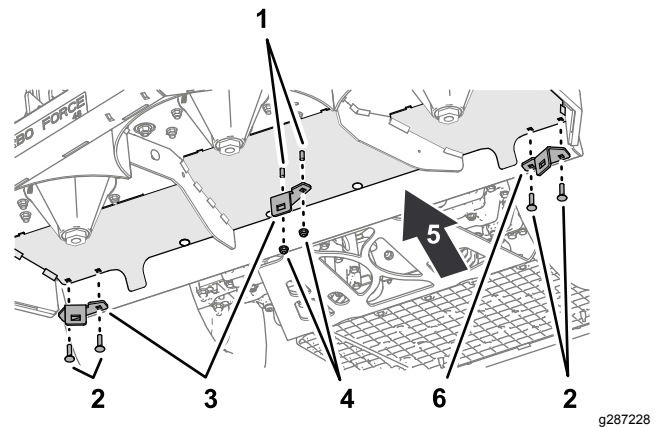

Figure 47
3. Déposez le support de déflecteur gauche et 2 boulons de carrosserie (5/16" x 1¼") au bas du plateau de coupe, comme montré à la Figure 47.
4. Déposez le support de déflecteur droit et 2 boulons de carrosserie (5/16" x 1¼") au bas du plateau de coupe, comme montré à la Figure 47.
5. Retirez les 2 contre-écrous à embase (5/16") qui fixent le support de déflecteur central aux 2 boulons de carrosserie (5/16" x ¾"), et déposez le support central (Figure 47).